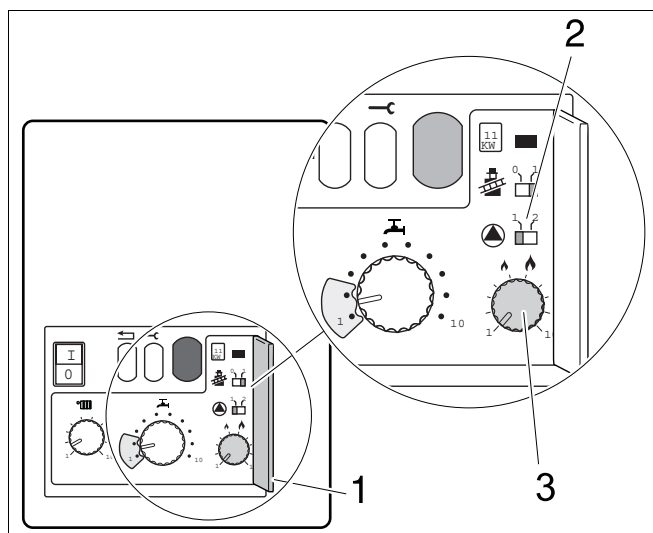

Fig. 20 2ème niveau de commande
- Ouvrir le capot du 2ème niveau de commande (fig. 20, pos. 1).
- Mettre l'interrupteur  (fig. 20, pos. 3) sur la position "1". La durée de temporisation du circulateur est de 4 minutes.